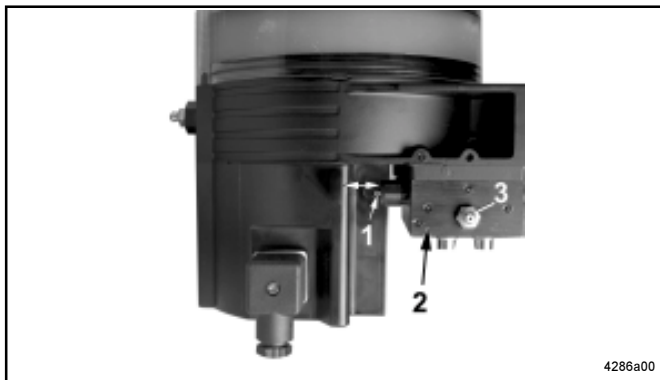

Abb. 12 _ QLS 321 mit hinten montiertem SSV Verteiler
- SSV Verteiler hinten montiert (s. Abb. 12)
- Ist dies der Fall, Zusatzschmierung auslösen und Kontrollstift am Verteiler (Abb. 12) beobachten. Bewegt sich der Kontrollstift nicht, liegt eine Blockade im System vor oder der Behälter ist leer, siehe "LL" Anzeige am Display.